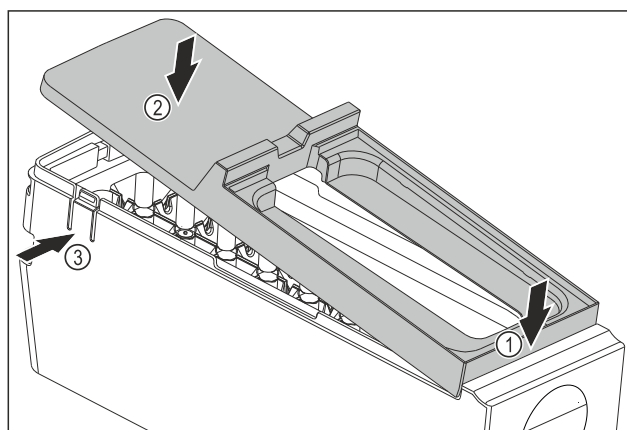

Fig. 191
- Смонтируйте крышку корпуса EasyTwist-Ice: Установите крышку спереди. Fig. 191 (1)
- Опустите крышку сзади. Fig. 191 (2)
- Крышка со щелчком фиксируется в накладках Fig. 191 (3).